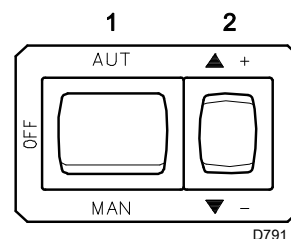
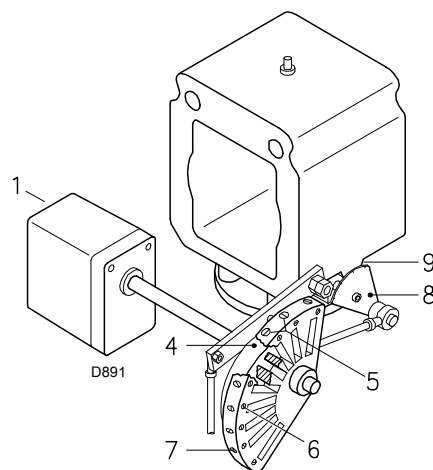
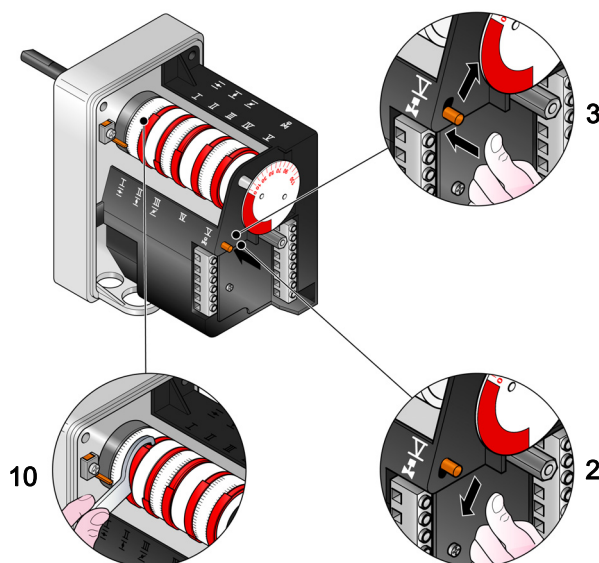
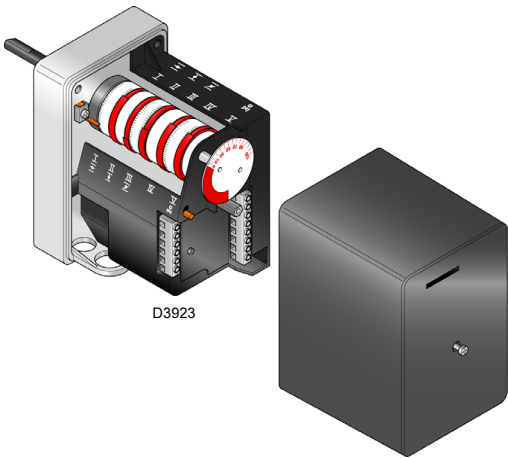

图 35
图 36
图 37
图 38
闭合温度 / 压力启停开关，旋转 图 35 中的开关至 “MAN (手动)” 位置。
通过改变凸轮 III) (第 29 页图 38) 的角度并使用选择器 2) (第 26 页图 35) 进行风量设定。
要调节伺服马达凸轮，见 图 37。
现在按下“增大出力”按钮 2) (第 26 页图 35) 并保持，直至伺服马达开启风门挡板和燃气蝶阀。
通过改变凸轮 I) (第 29 页图 38) 的角度并使用选择器 2) (第 26 页图 35) 进行风量设定。
图例 (图 36)
最小出力必须在第 9 页图 2 所示出力范围内选择。按下按钮 2) (第 26 页图 35) “减小出力”，保持按下状态，直至伺服马达到达 (图 37) 工厂设定位置。
通过转动螺丝 5) 逐步调节钢带 4) 第 27 页图 36 的末端。
使用机械凸轮 (第 29 页图 38) 的螺钉 5) 将出力提高到 800 kW，并检查燃烧排放。
通过改变伺服马达凸轮 III) 的角度 (第 29 页图 38) 并使用选择器 2) (第 26 页图 35) 进行风量设定。
要调节凸轮 III，见 图 37。
按选择器 2) (第 26 页图 35) 选择 (+) 或 (-)，可从一个位置转换到达下一个位置。按下按键 2) (第 26 页图 35) “增大出力”，伺服马达旋转约 20°，见伺服马达刻度盘 图 37 和风门挡板刻度盘 5) (图 36 on page 27)。
拧松或拧紧机械凸轮 (第 27 页图 36) 的螺钉 5)，以增加或减少燃气量，使其与相应的风量符合，达到最佳燃烧状态。
将开关 1) (图 35) 置于 OFF 处，使燃烧器停机；释放机械凸轮 I) (图 38) 以分离伺服马达的齿轮；按下并推动按钮 3) (图 37)，手动前后旋转扇形盘 I) (图 37) 数次，以检查确认凸轮转动平稳且无任何阻滞。
建议将机械凸轮 5) (图 36 on page 27) 重新和伺服马达啮合，需要将按钮 3) (图 37) 向上推。
- 6 秒：** 伺服马达启动：向右旋转 130°，即旋转至凸轮 I (第 29 页图 38) 设定角度。风门挡板位于最大出力位置。
- 80 秒：** 伺服马达向左旋转至凸轮 III (第 29 页图 38) 设定角度，此时为最小出力。
- 112 秒：** 风门挡板和燃气蝶阀达到最小出力位置 (凸轮 III) (第 29 页图 38)，角度为 30°。